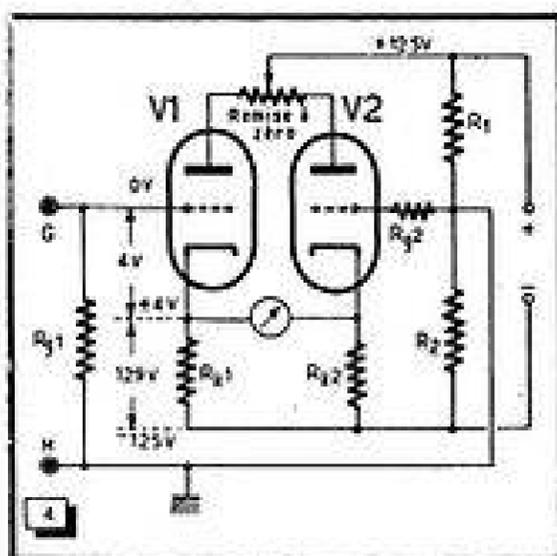

Fig. 4. — Montage pratique fréquemment employé.
La figure 4 montre le schéma qui en résulte et nous voyons que les résistances de grille  $R_{g1}$  et  $R_{g2}$  ne sont pas ramenées au - H.T., mais à une prise du diviseur de tension  $R_1 \cdot R_2$ , elle-même réunie à la masse du châssis et à la borne de mesure inférieure.
Pour l'ajustement du pont formé par le montage de la figure 4 on utilise le potentiomètre P, qui permet de faire varier le courant dans l'une ou l'autre branche et d'obtenir l'équilibre, en compensant des différences inévitables de caractéristiques et de valeurs. La résistance de grille  $R_{g1}$  n'a pas besoin, théoriquement du moins, d'être élevée, mais la symétrie du montage s'en trouve améliorée.
Les schémas partiels des figures 4, 5 et 6 sont maintenant réunis en un ensemble
1. — Un voltmètre électronique pour continu, monté suivant le schéma de base de la figure 4 et utilisant une double triode ECC82 (12AU7). Son alimentation est assurée à l'aide d'un redresseur d'une seule alternance, à partir du secondaire H.T. d'un transformateur. Un seul condensateur électrochimique est prévu à la sortie du redresseur ( $C_2$ ), car la consommation de l'appareil en courant de H.T. est faible et que la composante alternative résiduelle est pratiquement sans influence sur le montage en pont. Contrairement au schéma de la figure 4, la dérivation sur le diviseur de tension  $R_1 \cdot R_2$  est réglable à l'aide d'un potentiomètre, afin d'ajuster le point de fonctionnement au mieux et une fois pour toutes.